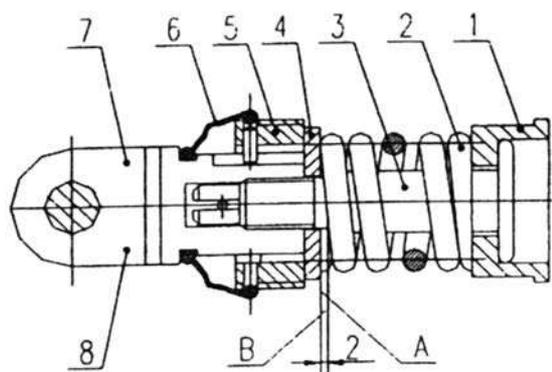

Рис. 6-14. Регулировочная пружина
#### 1. Регулировка «регулировочной пружины» (Рис. 6-14)
Механизм регулировки силы - нужно отрегулировать, как описано ниже, и только затем вставлять в корпус подъемника. Поверните «управляющую связь» (7) и «пружинящий рычаг» (3) противоположно друг другу, чтобы устранить зазоры между деталями. Зазор между поверхностью А «пружинного зажима» (4) и поверхностью В «пружинящего рычага» - должен равняться 2 мм. Теперь вставьте палец (8), вставьте «регулировочную пружину, в сборе» в корпус подъемника. Поверните винт (5) так, чтобы конец «регулировочной пружины, в сборе» - касался поверхности Е «корпуса поднимателя» (см. Рис. 6-14). Теперь, через отверстие гайки (5), вставьте палец (21) (см. Рис. 6-14).